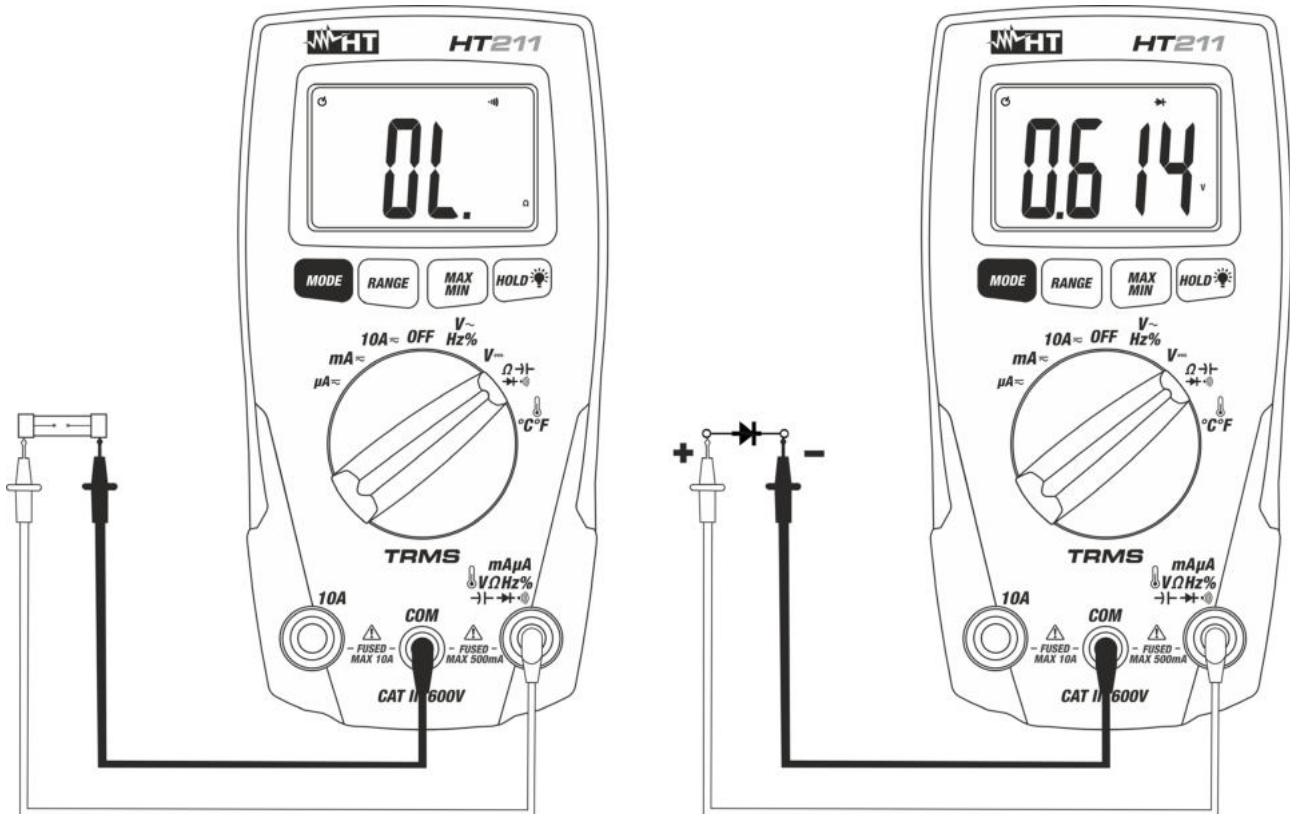

Fig. 6: Uso dello strumento per la Prova Diodi e Test Continuità
4. Posizionare i puntali ai capi del diodo in esame rispettando le polarità indicate in Fig. 6 – parte destra. Il valore della tensione di soglia in polarizzazione diretta è mostrato a display
6. Se lo strumento visualizza il messaggio “O.L” i terminali del diodo sono invertiti rispetto a quanto indicato in Fig. 6 oppure la giunzione P-N del diodo è danneggiata
7. Premere il tasto **MODE** fino a visualizzare il simbolo “ $\text{bell symbol}$ ” a display per attivare il test continuità e collegare lo strumento come per la misura di resistenza (vedere Fig. 6 – parte sinistra). Il cicalino continuità è attivo per  $R < 50\Omega$